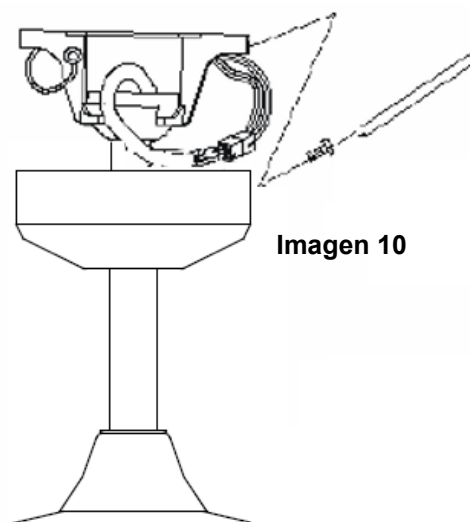

Imagen 10
- Cubra el soporte de pared con el florón. Asegúrese de que todo el cableado eléctrico quede insertado dentro del florón y de que los cables no se dañen durante este paso. Fije el florón al soporte de techo utilizando los tornillos suministrados. (Imagen 10)